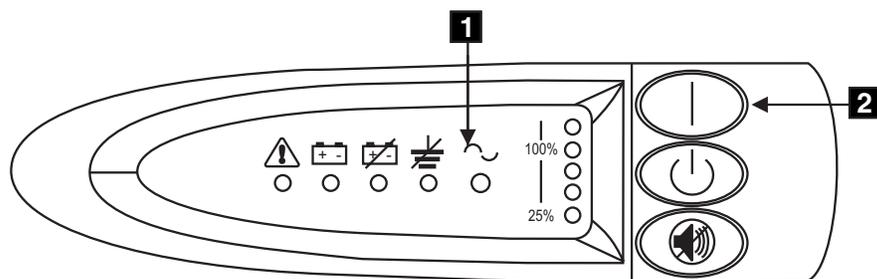

図 26. 無停電電源装置の電源スイッチとインディケータ
10. 無停電電源装置が自己診断テストを行っている間、すべてのフロント・パネル・インディケータが、短時間明滅する。テストが完了すると、モード・インディケータ **1** が明滅して、無停電電源装置が待機モードになったことを示します (図 26 を参照)。